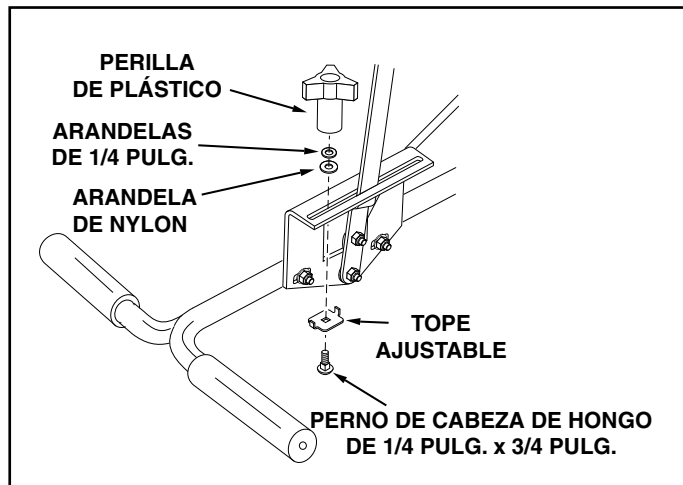

FIGURA 11
19. Ensamble ambas piezas, el soporte de montaje del control de flujo y el tubo corto del manubrio en el tubo largo del manubrio. Use dos pernos hexagonales de 1/4 pulg. x 1-3/4 pulg., cuatro arandelas de 1/4 pulg. y dos tuercas Nylock de 1/4 pulg., como se muestra en la Figura 11. **No apriete en este momento.**
21. Coloque el tope ajustable dentro del extremo de encendido "ON" de la ranura, en la parte superior del soporte de montaje del control de flujo. Asegure con el perno de cabeza de hongo de 1/4 pulg. x 3/4 pulg., una arandela de nylon, una arandela de 1/4 pulg. y la tuerca mariposa de nylon. Véase la Figura 11.